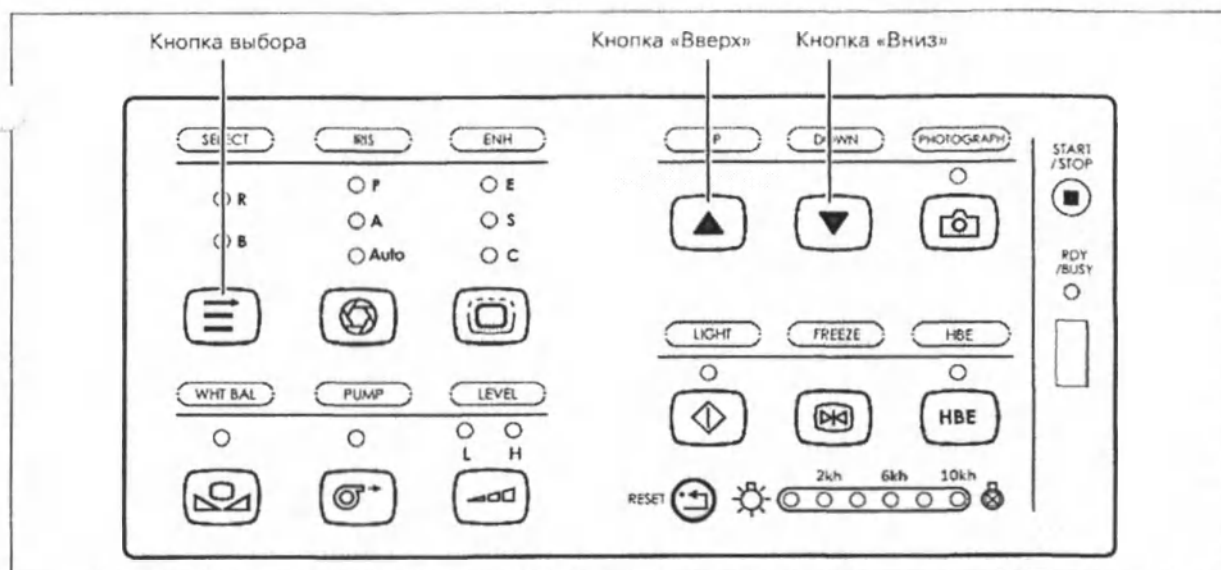

Рис. 12.
1. Нажмите на кнопку выбора, чтобы выбрать настраиваемый параметр (см. Рис. 12). При нажатии кнопки выбора происходит переключение параметра между «R» (оттенок красного) и «B» (оттенок синего). Индикаторы R и B отражают текущий выбранный параметр.